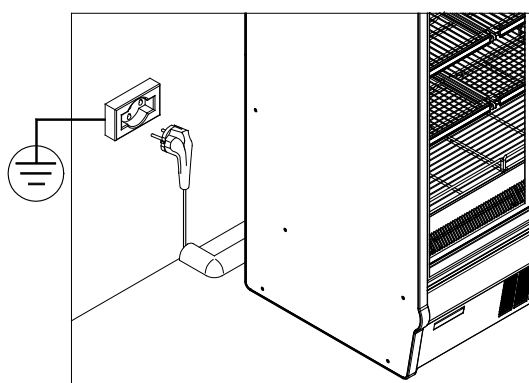

Рис. 7
Прилавки со встроенным компрессором (GI) оснащены электрошнуром длиной 2,5 м (Рис. 7) без вилки. Установка вилки производится на месте специалистом (согласно нормативу IEC309 на 16A), для подключения к стационарной промышленной розетке без использования дополнительных удлинителей, многогнездовых розеток или шнуров большей длины. Следует обеспечить правильную прокладку шнура питания, его целостность, защиту от механических повреждений, исключить контакт с жидкостями или водой, с источниками тепла.